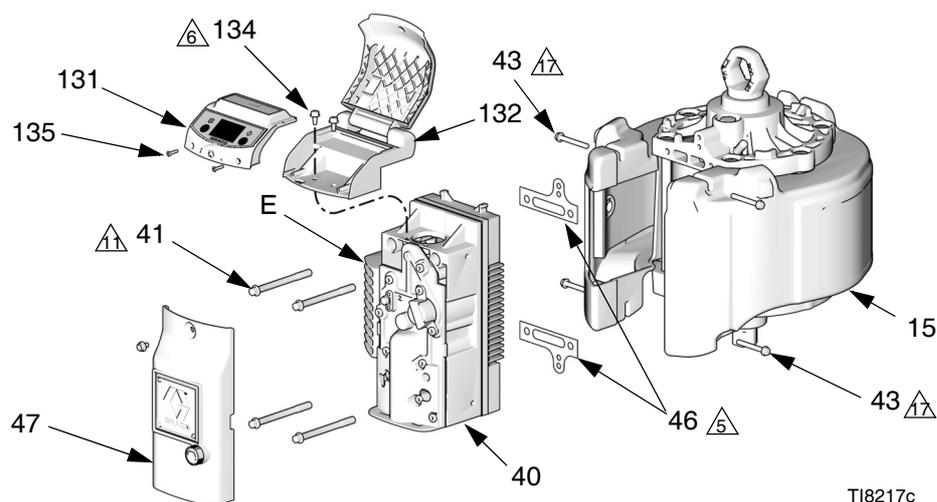

ABB. 9. Ausbau des Luftventils (Modell mit DataTrak-Modul dargestellt)
4. Siehe ABB. 9. Entfernen Sie die äußere Abdeckung des Ventils (47).
- a. **DataTrak Modelle:** Entfernen Sie die beiden Schrauben (135). Vorsichtig das DataTrak-Modul (131) entfernen, siehe Seite 14. Ziehen Sie die Kabel der Trockenlauf-Magnetspule und des Sensors von der Modulplatine ab. Entfernen Sie die beiden Schrauben (134), und schieben Sie das Gehäuse (132) vorsichtig vom Druckluftventil.
7. Siehe ABB. 9 auf Seite 21. Schmieren Sie die Dichtungen (46), und achten Sie darauf, dass sie auf die Löcher an der Rückseite des Druckluftventils (40) ausgerichtet sind. Bauen Sie das Druckluftventil ein. Die Schrauben (41) einsetzen und mit 27,1 N•m (20 ft-lb) festziehen. Die Schrauben (43) per Hand eindrehen und dann vollständig gegen den Schalldämpfer (15) festziehen.